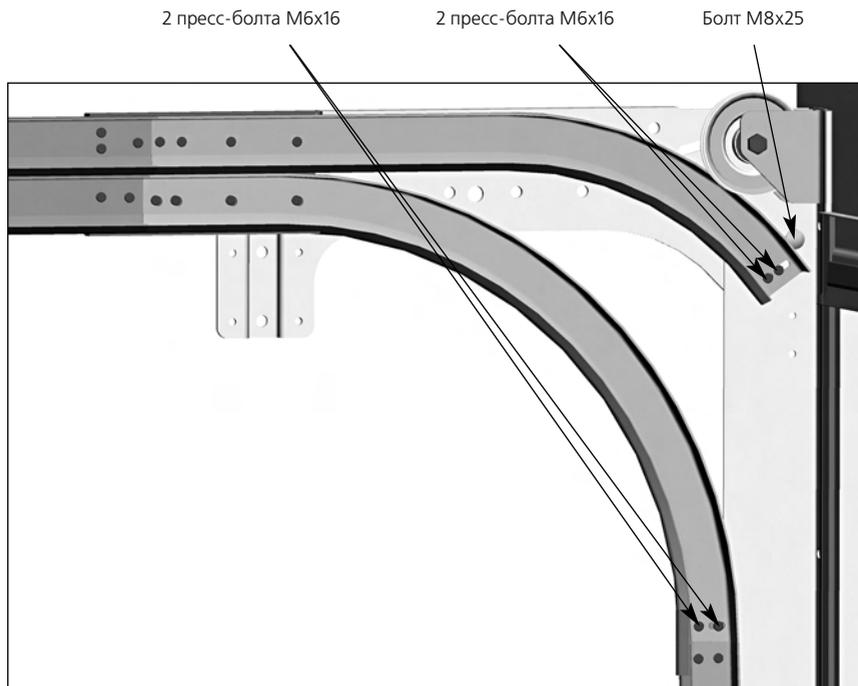

Рис. 16
- 2) Сочленить горизонтальную направляющую с опорной стойкой. Полка опорной стойки должна находиться между боковой пластиной и короткой радиусной направляющей (рис. 16). Боковую пластину закрепить при помощи болта М8х25 и болта М10х70, а радиусные части направляющей — при помощи четырех пресс-болтов М6х16. Обеспечить совпадение кромок направляющих.